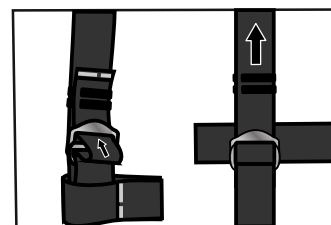

рис. 10
- отрегулируйте длину и натяжение лямок (рис. 10, 11);